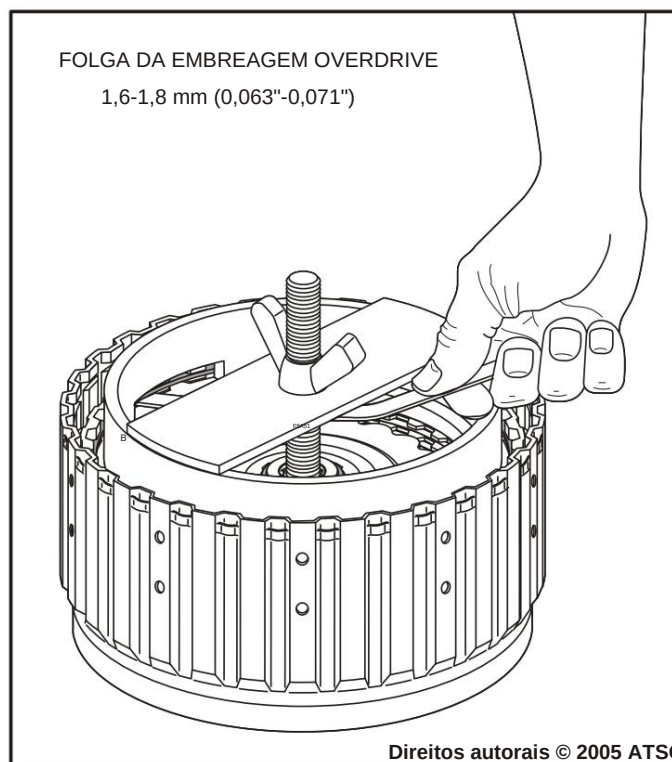

Figura 86
19. Comprima as placas e meça com o apalpador calibre entre o anel elástico e a placa de apoio, conforme mostrado na Figura 86.